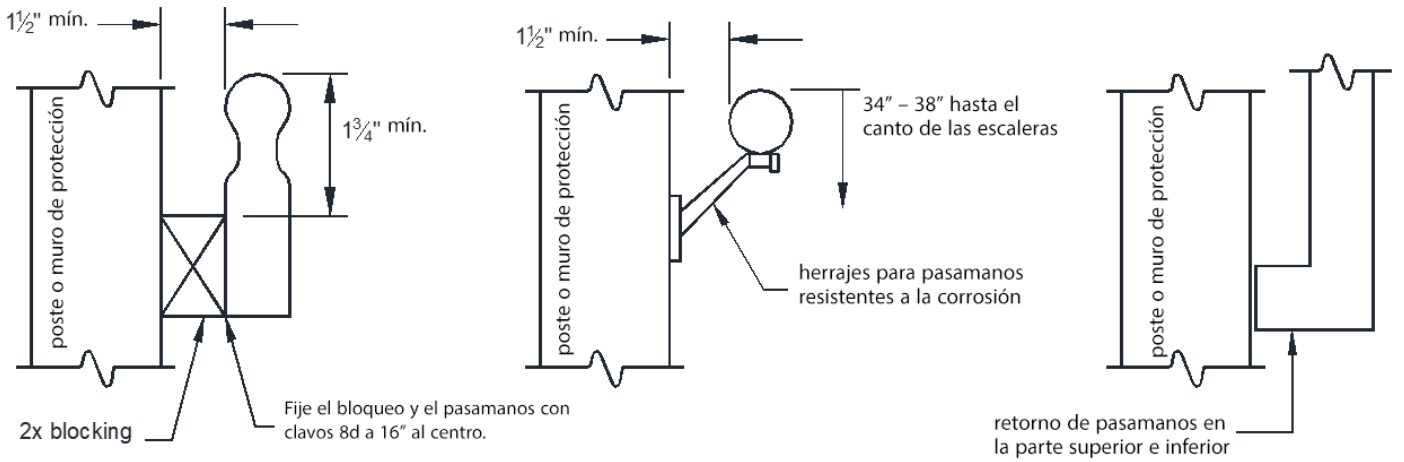

FIGURA 44: PASAMANOS
- Los pasamanos deben fijarse a un protector de escalera o a una pared exterior que actúe como barrera, como se muestra en la sección FIGURA 44.